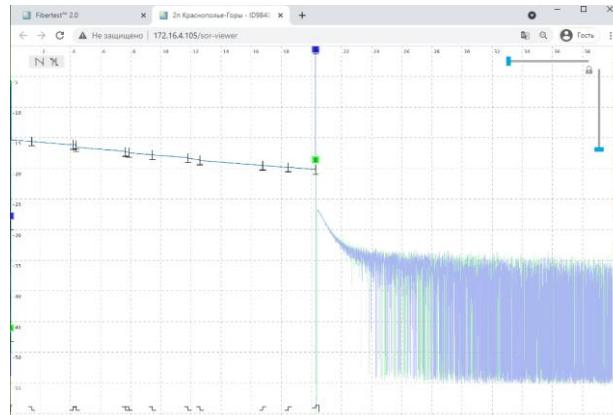

Рисунок 16-7.
1.2.1. При выборе пунктов «Показать рефлектомограмму», «Показать рефлектомограмму + базовую» в новой вкладке веб-браузера запускается веб-приложение **SorViewer**, в котором будет отображаться, в первом случае, измеренная рефлектомограмма, во втором, измеренная и базовая рефлектомограммы **Рисунок 16-7**.